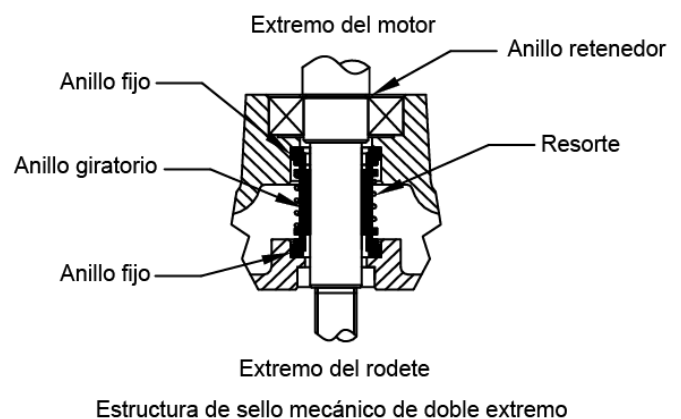

Figura 2
Sello. Manipule las partes del sello con cuidado. Quite el resorte del sello (28) y el miembro giratorio del eje. Examine todas las partes del sello. Inspeccione las superficies de contacto en busca de signos de huellas de desgaste desparejas en las partes fijas, trozos y rayones en cualquier superficie del sello. **NO** intercambie los componentes del sello, reemplace todo el sello del eje (28). (Consulte la Figura 2)
Asegúrese de que el resorte esté asentado sobre el anillo retenedor y que el resorte esté alineado sobre el miembro giratorio y no ladeado ni apoyado sobre el extremo del fuelle. (Consulte la Figura 2)